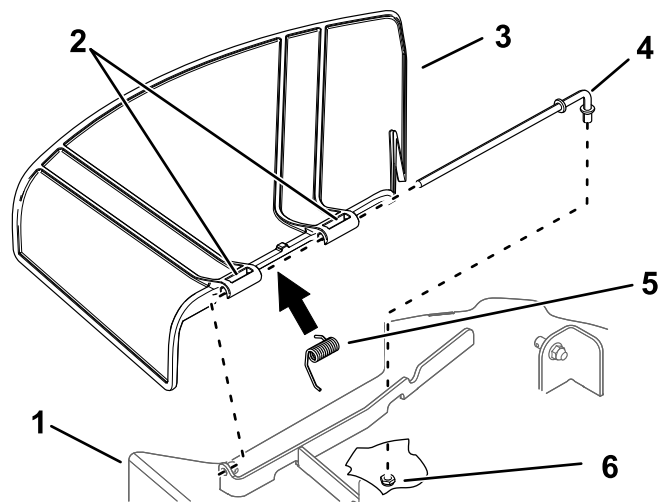

Figure 73
- Retirez l'écrou ( $\frac{3}{8}$  po) de la tige, sous le tablier de coupe (Figure 73).
- Sortez la tige du support du tablier, du ressort et du déflecteur d'herbe (Figure 73).
4. Montez le nouveau déflecteur d'herbe (Figure 73).
7. Insérez la tige dans le second pivot du déflecteur d'herbe (Figure 73).
9. Fixez l'extrémité arrière de la tige dans le tablier de coupe à l'aide d'un écrou ( $\frac{3}{8}$  po), comme montré à la Figure 73.